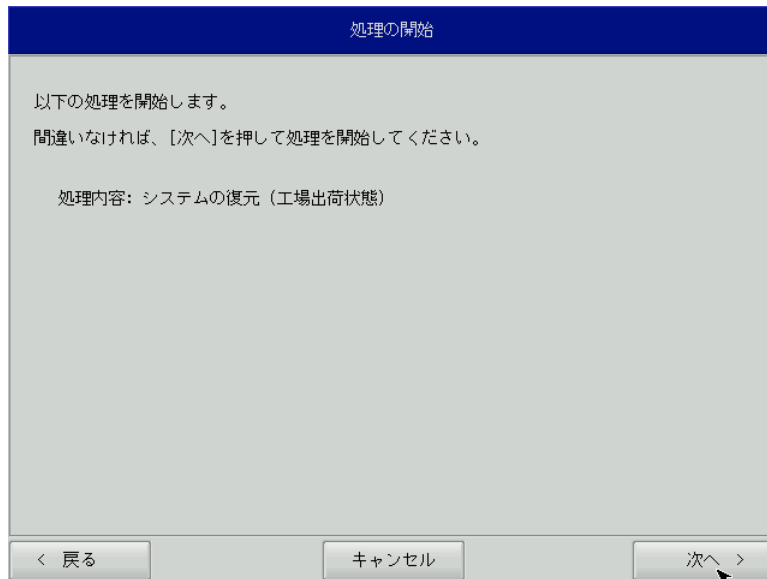

図 6-3-2. 確認画面
- ③ 確認画面（図 6-3-2）が表示されますので、[次へ]ボタンを押して処理を開始します。